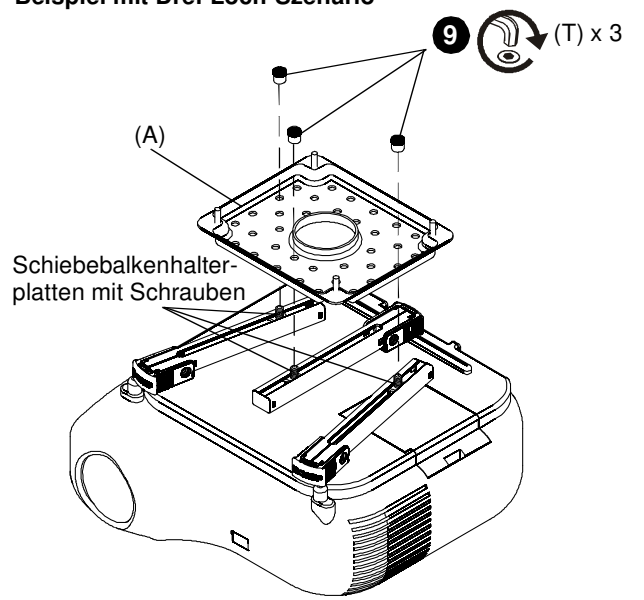
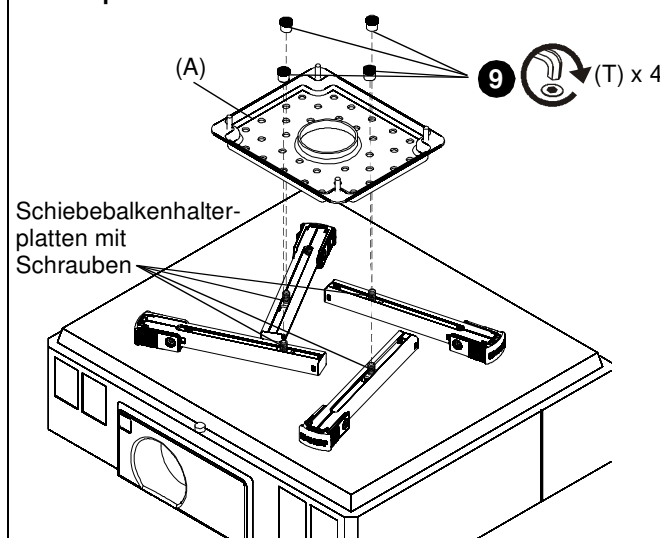

Abb. 6
Abb. 7
7. Richten Sie die Beine so aus, dass die Schiebebalkenhalterplatten mit den Schrauben zur Mitte des Projektors zeigen. (See Figure 6) und (See Figure 7)
8. Positionieren Sie die Schiebebalkenhalterplatten mit den Schrauben so, dass die SLBU- oder SLMU-Hauptplatte (A) in ebener Lage auf die Beine montiert werden kann. (See Figure 6) und (See Figure 7)
9. Befestigen Sie die Inbusmutter (T) mit einem 1/4"-Inbusschlüssel (U) an die Schrauben auf den Schiebebalkenhalterungen. (See Figure 6) und (See Figure 7)